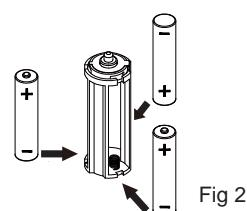

Fig 2
2. Inserire 3 pile aaa seguendo l'orientamento indicato sul supporto delle batterie (**2**) (vedi Fig 2).